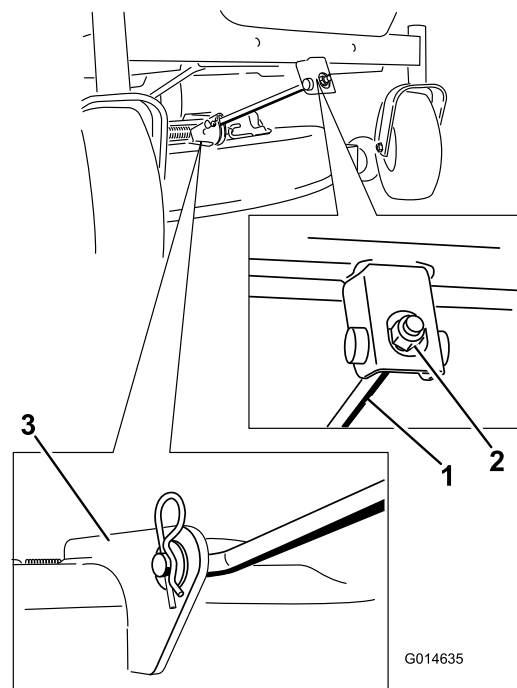

Figure 56
- 4. Retirez la goupille fendue de la tige de support avant et déposez la tige du support de tablier (Figure 56). Abaissez doucement l'avant du tablier de coupe au sol.
6. Fixez la tige de support avant au tablier de coupe à l'aide de l'axe de chape et de la goupille fendue (Figure 56).